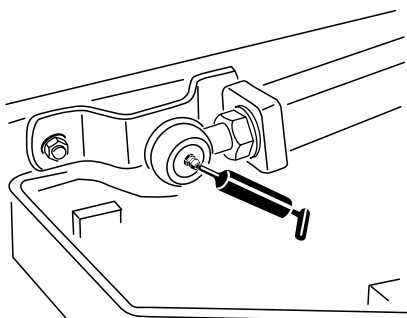

Figura 47
- Giunti sferici (2) del braccio di sollevamento (Figura 47)